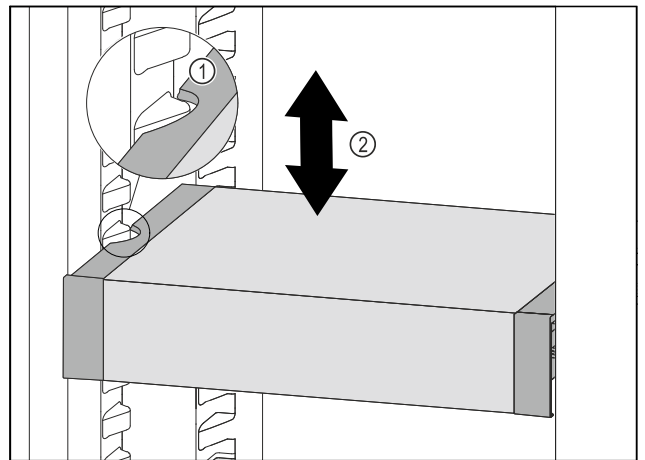

Fig. 87
- VarioSafe nach vorne ziehen, bis sich die seitlichen Aussparungen des VarioSafes auf Höhe der Behälterrippe im Kühlteil befinden. Fig. 87 (1)
- VarioSafe im Kühlteil nach oben oder unten bewegen, bis gewünschte Höhe erreicht ist. Fig. 87 (2)